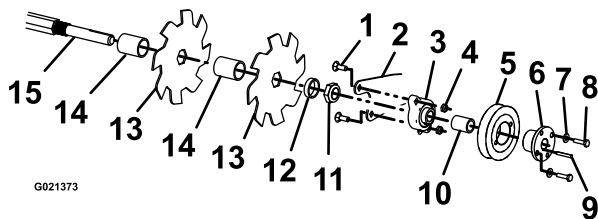

Figura 25
9. Retire los 4 pernos de cuello cuadrado y las contratuercas que sujetan el conjunto de las cuchillas (Figura 25) y retírelo del soporte de montaje de la horquilla.
10. Retire los 2 pernos y las arandelas que sujetan la polea al cojinete. Afloje los tornillos de fijación del cojinete y retire la chaveta del eje (Figura 25). Retire las fijaciones del cojinete del soporte de montaje de la horquilla, y retire el cojinete y la polea.